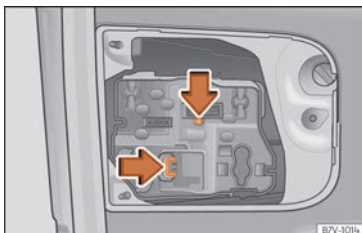

Abb. 69 An der Gepäckraumklappe: Lampenträger herausnehmen.
- Verriegelungslaschen in Pfeilrichtung drücken » » **Abb. 69** und Lampenhalter herausnehmen.